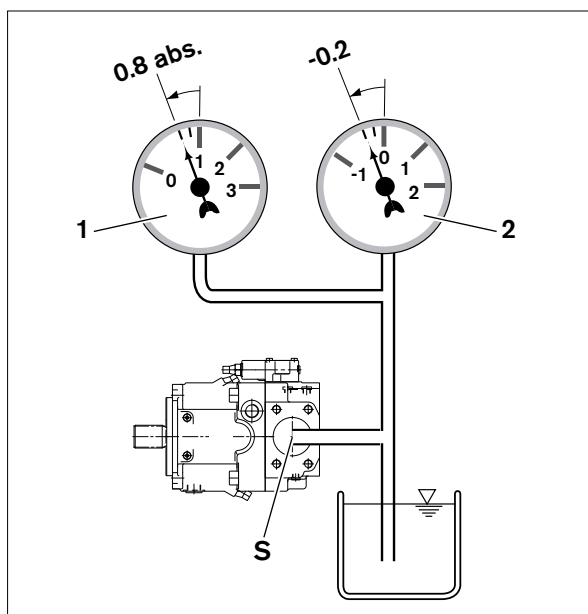

Fig. 7 : Pression d'aspiration
- Assurez-vous que pendant le fonctionnement une pression d'aspiration minimale de 0,8 bar absolu (sans pompe de chargement) ou de 0,6 bar (avec pompe de chargement) est bien présente au niveau du raccord **S** de la pompe à pistons axiaux, dans toutes les positions de montage, voir fig. 7. Pour obtenir d'autres valeurs, consultez la fiche technique.